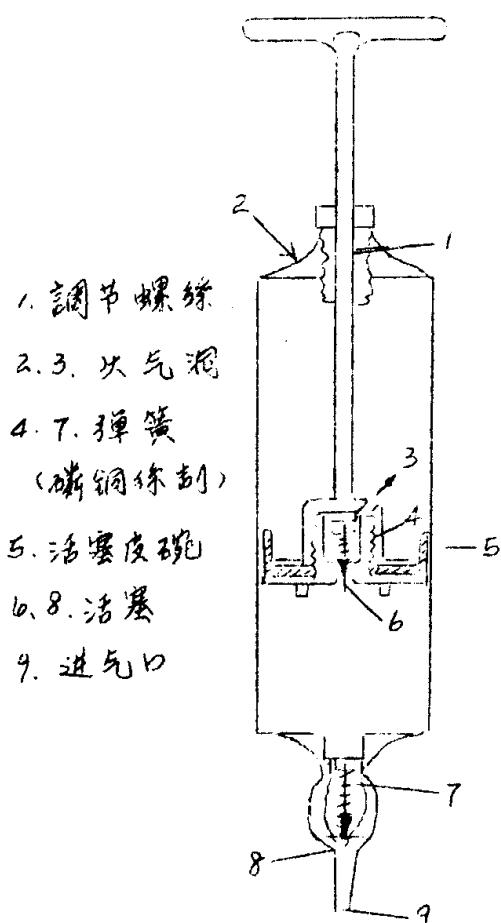

图17 定量手抽气唧筒
3. 定量抽气唧筒（见图17）是一种只能抽气不能打气的金属唧筒，每次能抽吸110~130毫升空气，使用前必须校正，一般校正至每抽1升（每抽8次即相当于1升）便于计算，同时检查是否漏气。此法适用于采样量较少，以及防火，无电源的场合。